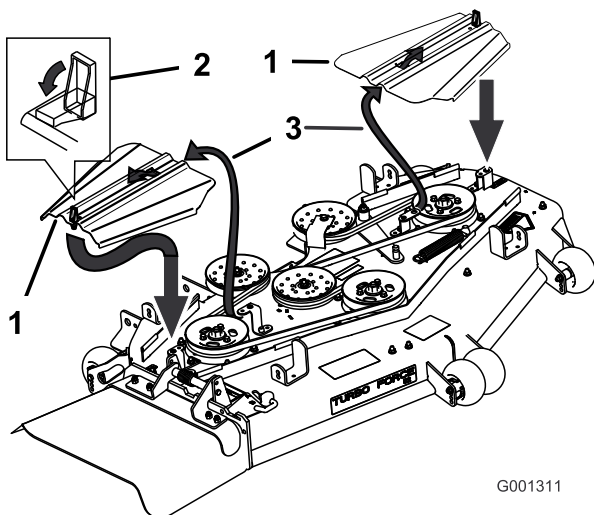

Figura 51
10. Instale las cubiertas de la correa y cierre los enganches (Figura 51).